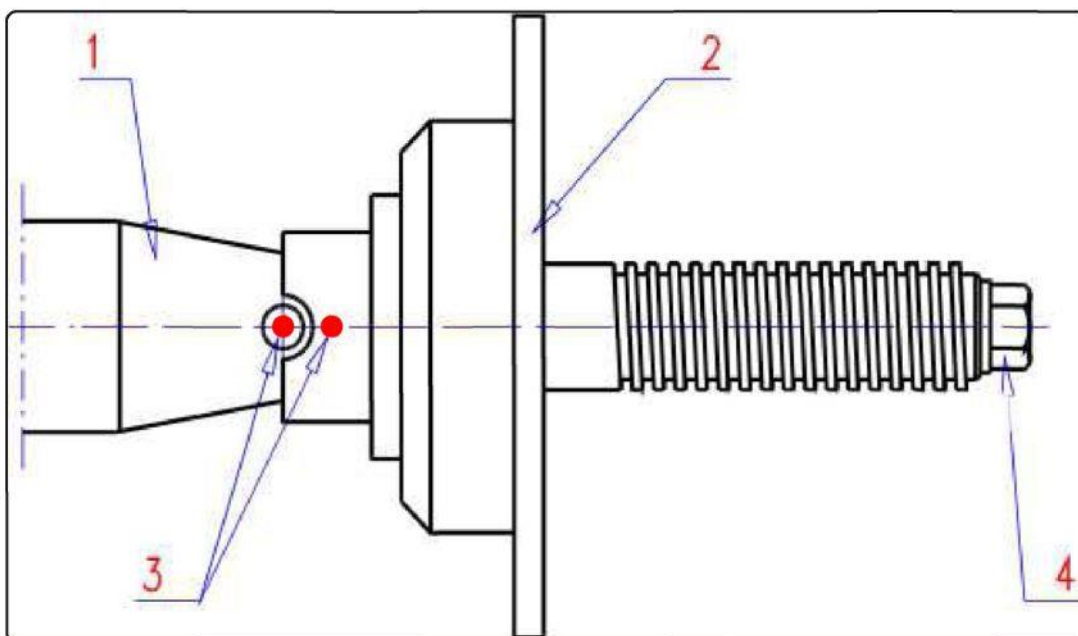

Fig. 5.2 Hovedaksel (Uden quick bespænding)
For korrekt montering af motorcykeladapteren (1) placeres på apparatets aksel (1 i fig. 5.2). For det andet skal motorcykeladapterens aksel (3) skrues fast på gevindakslen ved hjælp af en fastnøgle 22.